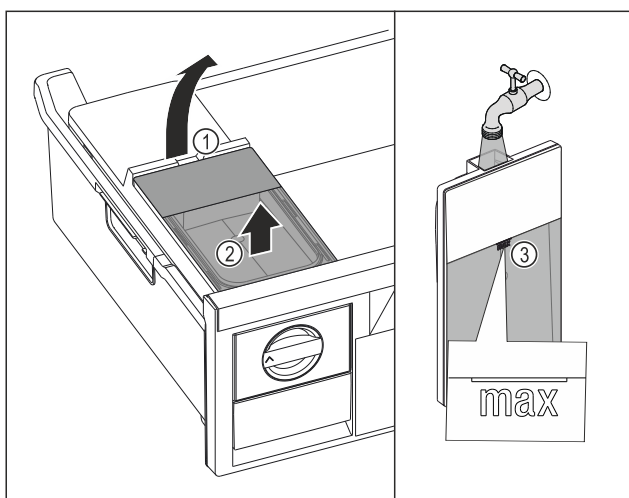

Fig. 126
- ▶ Zbiornik wody unieść za wycięcia Fig. 126 (1).
- ▶ Wyjąć zbiornik wody do góry Fig. 126 (2)
- ▶ Zbiornik wody napełnić wodą pitną aż do oznaczenia Fig. 126 (3).